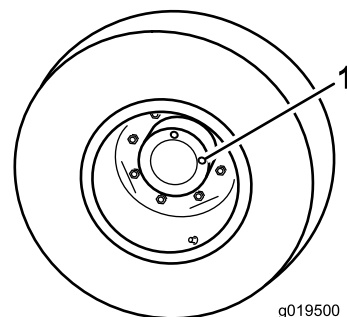

図 71
1. 水平な床面で、点検プラグ(図 71)の1つが時計の 12 時を指し、もうひとつが 3 時を指すように駐車する。
2. 3時の位置にあるプラグを外す(図 71)。